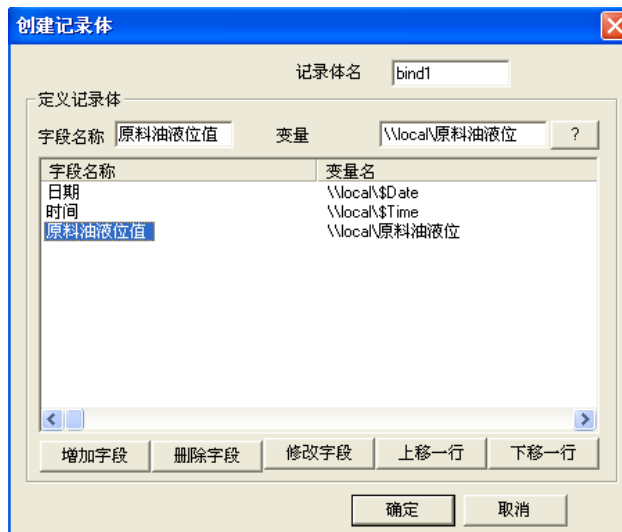

图 9-3 创建记录体对话框
1、在工程浏览器窗口左侧“工程目录显示区”中选择“SQL 访问管理器”中的“记录体”选项，在右侧“目录内容显示区”中双击“新建”图标弹出创建记录体对话框，对话框设置如图 9-3 所示。